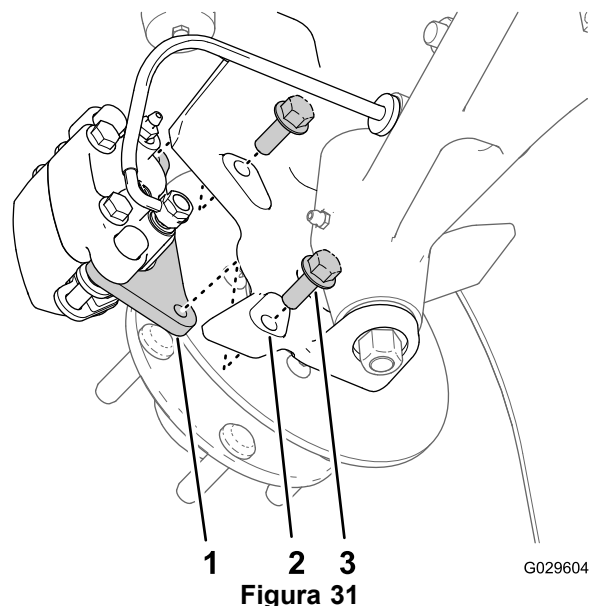

**Figura 30**
2. Retire las 5 tuercas que sujetan la rueda al cubo (Figura 30).
4. Alinee los taladros de la rueda con los espárragos del cubo y monte la rueda en el cubo con la válvula hacia fuera (Figura 30).
5. Sujete la rueda al cubo con las tuercas (Figura 30), y apriete las tuercas a 108–122 N·m.